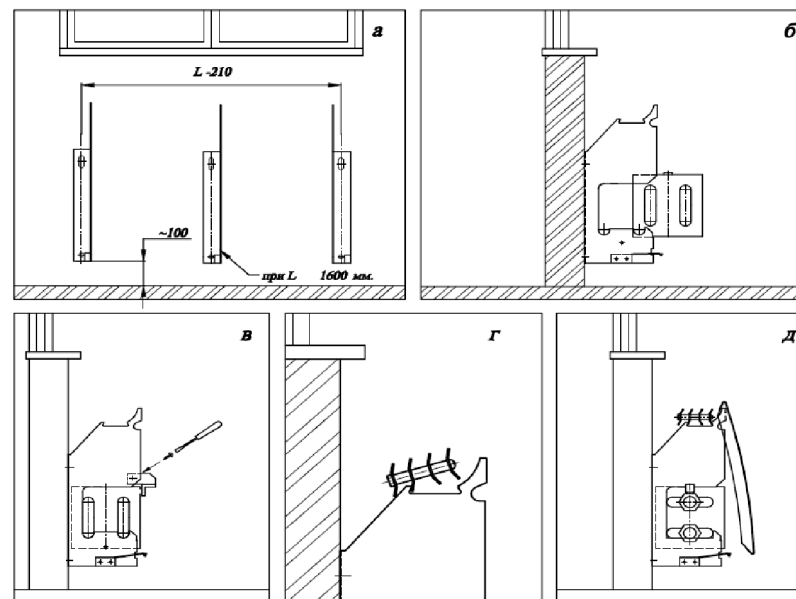

Рис.3
- 5.2. Разметить места установки кронштейнов. При этом следует учесть, что для оптимальной теплоотдачи расстояние между конвектором и полом, должно быть 100-120 мм, а между конвектором и подоконником не менее 100 мм. Расстояние между осями кронштейнов принимается в соответствии с рис.3а., L-210мм. (расстояние между осями с привинченной планкой между кронштейнами) Если длина конвектора более 1600 мм, то он комплектуется третьим кронштейном, который устанавливается посередине.
- 5.4. Установить нагревательный элемент на кронштейны в соответствии с рис.3б.
- 5.5. Установить между кронштейнами и закрепить планку винтами в соответствии с рис. 3в.
- 5.7. Установить решетку рис.3г.
- 5.8. Навесить лицевую панель зафиксировав её нижний край фиксатором кронштейна рис.3д.